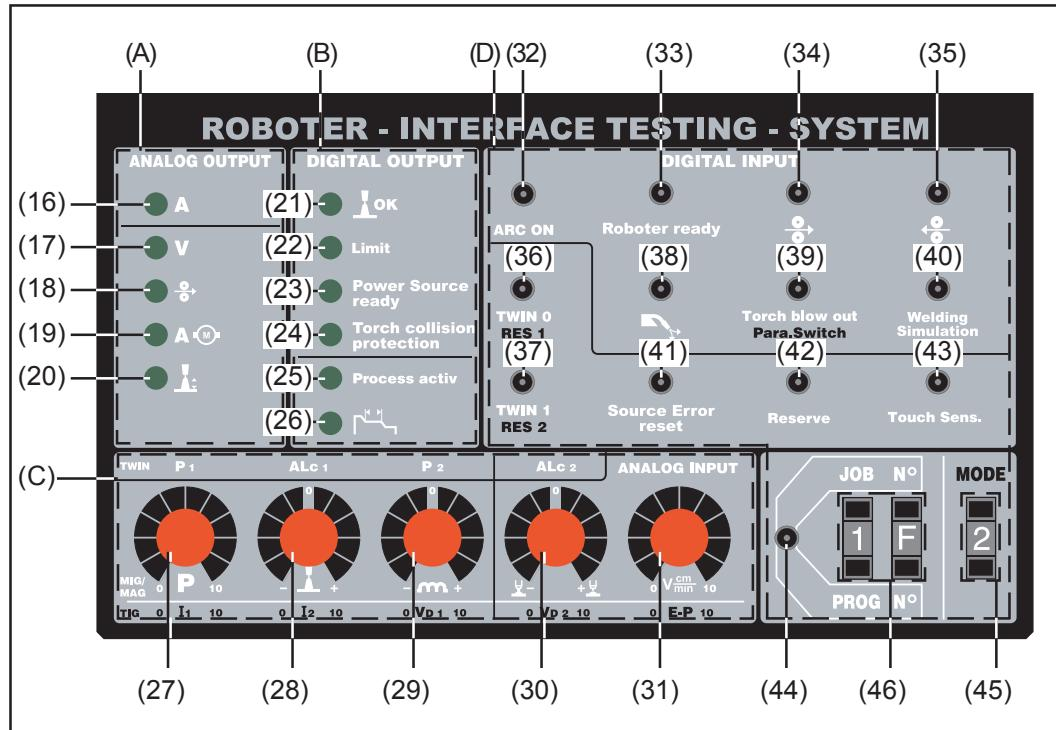

Fig.2 Panneau de commande du système test interface robot
Généralités Le synoptique des signaux analogiques se trouve en fig. 2 sous la catégorie (A) "Sortie analogique". Durant les essais, la commande du robot est simulée par le système test interface robot.
- (16) Indicateur "Courant de soudage"** ...
Généralités	Le synoptique des signaux de sortie numériques se trouve en fig. 2 sous la catégorie (B) "Sortie numérique". Les signaux de sortie numériques sont transmis de l'interface robot au système test interface robot.
Le synoptique des signaux d'entrée analogiques se trouve en fig. 2 sous la catégorie (C) "Entrée analogique". Durant les essais, la commande du robot est simulée par le système test interface robot.
Généralités Le synoptique des signaux d'entrée numériques se trouve en fig. 2 sous la catégorie (D) “Entrée numérique”. Les signaux d'entrée numériques sont transmis du système test interface robot à l'interface robot.